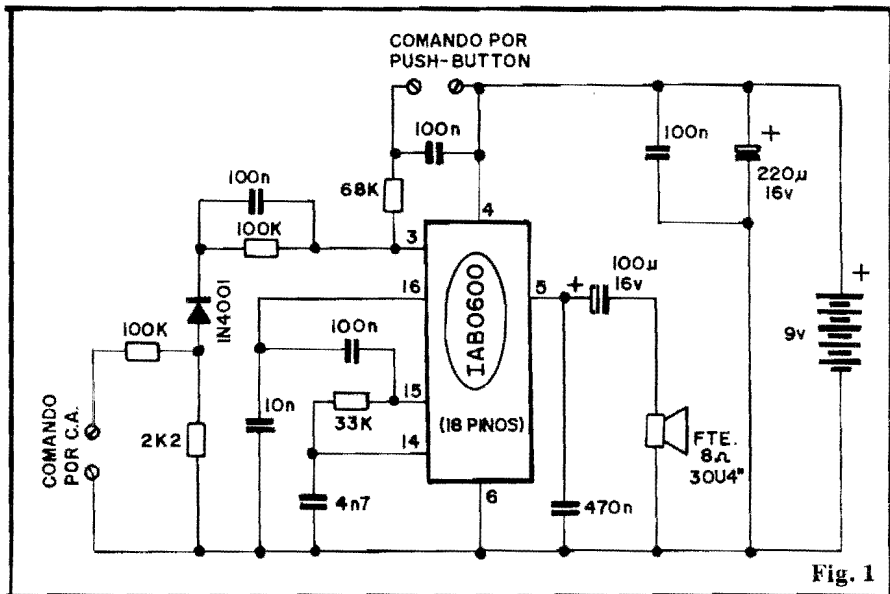

Fig. 1
– FIG. 1 – O diagrama do circuito da CARECA está na figura, em toda a sua simplicidade. Conforme já foi dito, o Integrado IAB0600 faz "só" tudo e a maioria dos (poucos) componentes externos "está lá" em